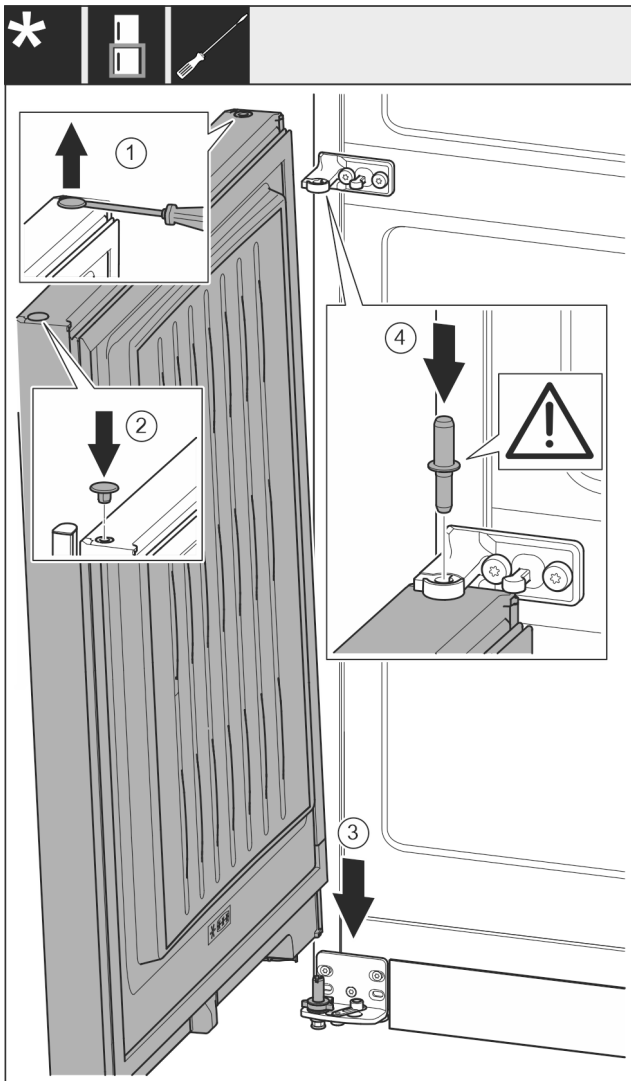

Fig. 17
- ▶ Stopfen vorsichtig mit einem Schlitzschraubendreher anheben und herausziehen. Fig. 17 (1)
- ▶ Stopfen auf der anderen Türseite wieder einsetzen. Fig. 17 (2)
- ▶ Tür von oben auf den unteren Lagerbolzen aufsetzen. Fig. 17 (3)
- ▶ Lagerbolzen Mitte durch Lagerbock Mitte in die untere Tür einsetzen. Dabei darauf achten, dass der Rastnocken nach hinten zeigt. Fig. 17 (4)